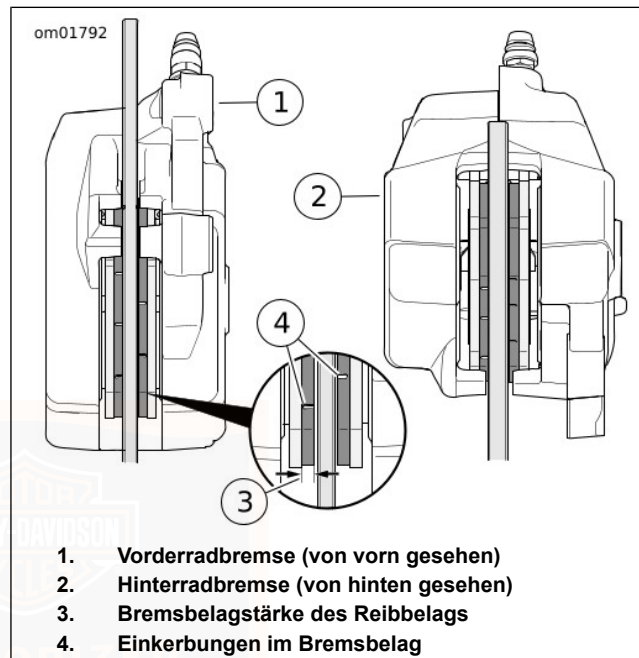

Abbildung 52. Reibmaterial des Bremsbelags
1. Siehe Abbildung 52. Die Brems Scheibe prüfen, wenn diese gedreht wird. Die Scheibe muss schlagfrei im Bremssattel laufen.